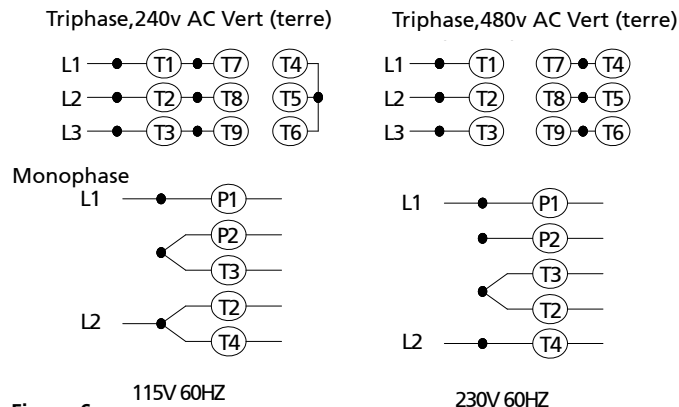

Figure 6
- Connectez les conducteurs de courant comme le montre la figure 6, ci-dessus. Lors du remplacement du moteur. Vérifier le schéma de câblage dans la boîte de jonction du moteur contre la Figure 6. Si le schéma de câblage du moteur ne correspond pas au schéma
de la figure 6, suivre le schéma dans la boîte de jonction du moteur.